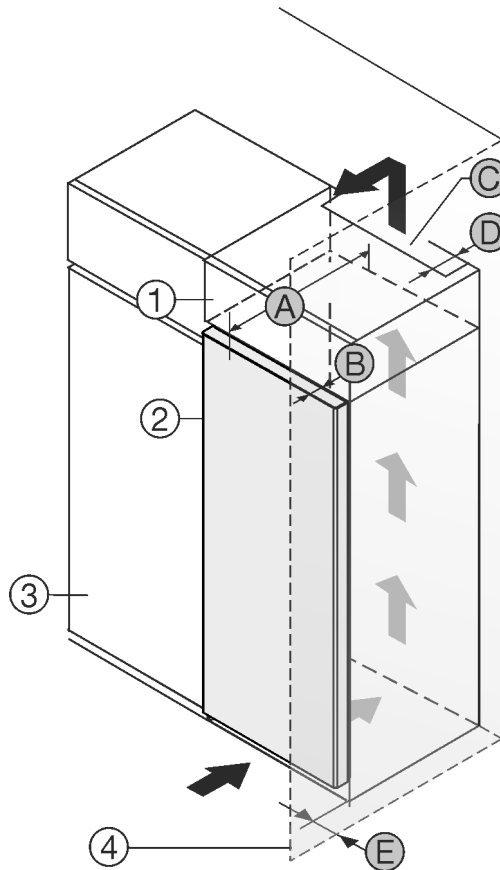

Fig. 1
- (1) Overskab *
- (2) Apparat *
- (3) Køkkenskab *
- (4) Væg *
- (A) Apparatdybde *
- (B) Dørens dybde *
- (C) Ventilationstværsnit *
- (D) Afstand, apparatets bagside *
- (E) Afstand til apparatets side *
Du kan opstille apparatet direkte ved siden af køkkenskabet Fig. 1 (3).*
På bagsiden af overskabet skal der være en ventilationskanal med dybden Fig. 1 (D) over hele overskabets bredde.*
Ventilationstværsnittet Fig. 1 (C) under rummets loft skal overholdes.*
Hvis apparatet opstilles med hængslerne ved siden af en væg Fig. 1 (4), skal afstanden mellem apparatet og væggen være mindst 13 mm.*
Hvis apparatet opstilles med hængslerne ved siden af en væg Fig. 1 (4), skal afstanden mellem apparatet og væggen være mindst 20 mm.*
For at døren kan åbnes helt, skal apparatet rage frem med dørens dybde Fig. 1 (B) i forhold til køkkenskabets forside. Apparatet kan rage mere ud afhængigt af køkkenskabenes Fig. 1 (3) dybde og anvendelsen af vægafstandsholdere.*